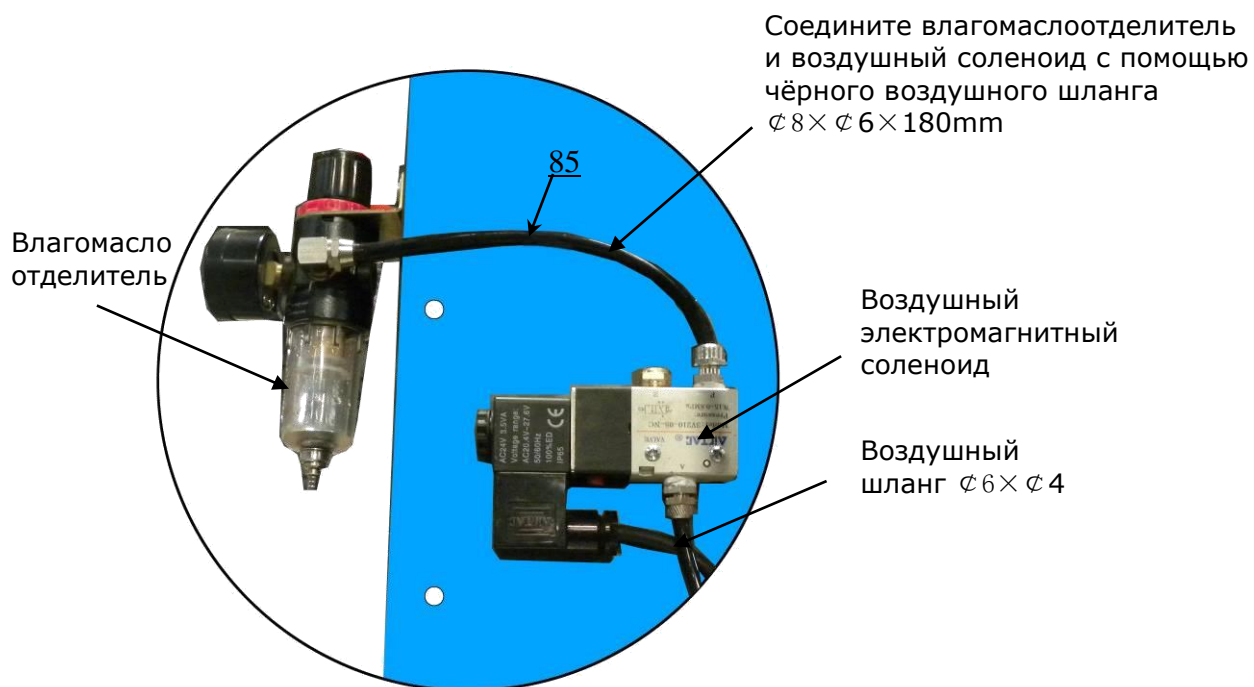

Рис. 32
3. Соедините соленоид с помощью $\phi 6 \times \phi 4$ чёрного шланга (См. Рис. 32).
4. Соедините влагомаслоотделитель и воздушный соленоид с помощью воздушного шланга (См. Рис. 32).